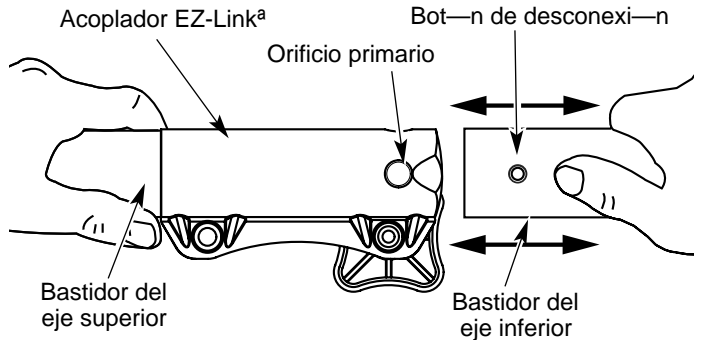

Fig. 25
2. Mientras sostiene el accesorio con firmeza, empujelo en línea recta en el acoplador EZ-Linka (Fig. 25).